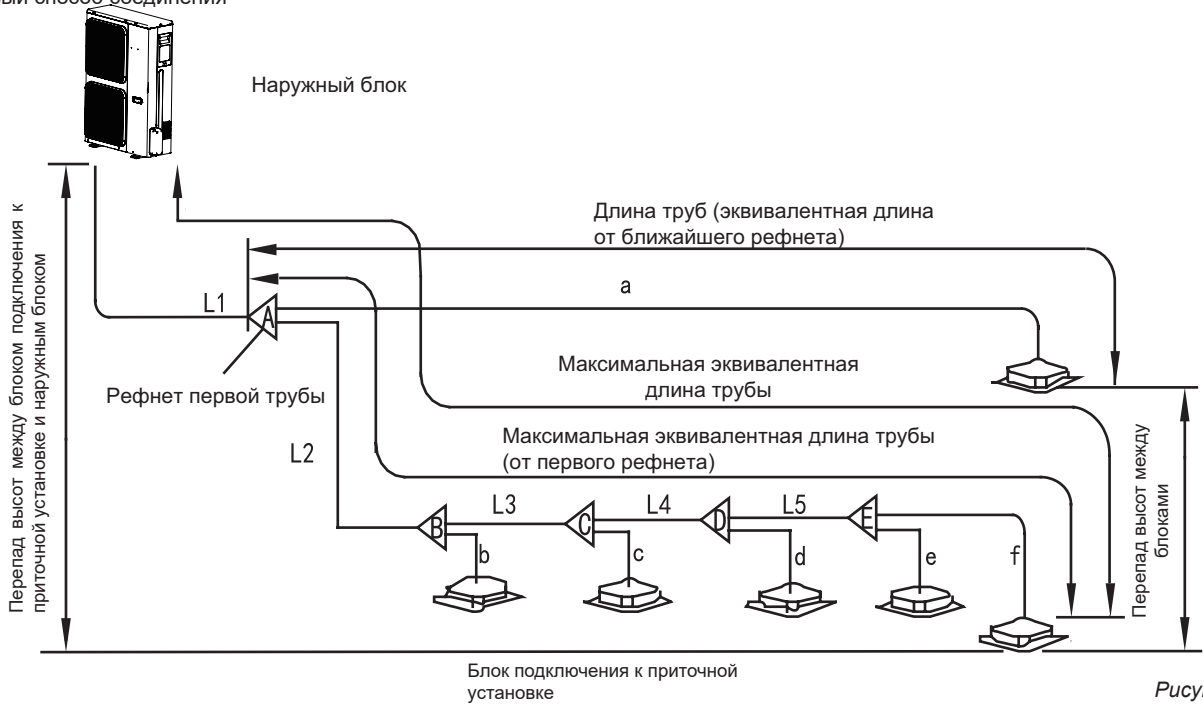

Рисунок 4-5
2) Пример 1. Общая мощность расположенных ниже по цепочке в линии L2 внутренних блоков (см. Рисунок 4-5) $45 \times 2 = 90$; в соответствии с Таблицей 4-4 диаметры трубы газовой линии/жидкостной линии L2 составляют $\varnothing 15,9 / \varnothing 9,5$.